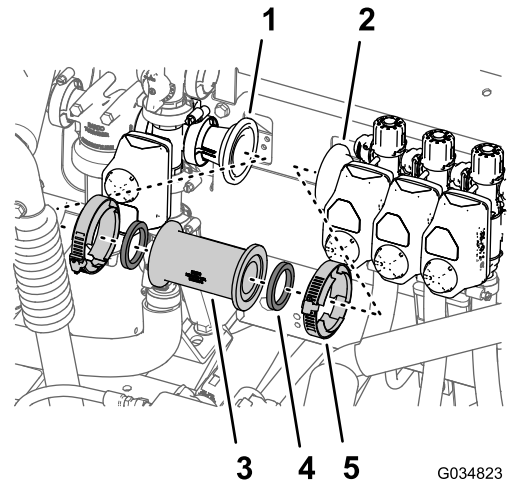

Bild 34
- A. Entfernen Sie die zwei Flanschklemmen, mit denen das Kupplungsrohr an den Reduzierstückadaptern am Hauptregelventil und am linken Auslegerabschnittventil befestigt ist (Bild 34).
- B. Entfernen Sie die gerade Kupplung und die zwei Dichtungen von der Maschine (Bild 34).